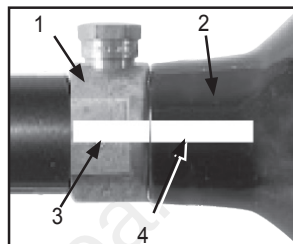

Figura 9: Cilindro y válvula marcas
La válvula de bronce o níquel (Figura 9, #1) ha sido fabricada para estar unida al cilindro de aire o de CO2 (2). Un cilindro de aire o de CO2 puede dispararse con tal fuerza que puede causar lesiones permanentes o la muerte si se separa el cilindro (2) de la válvula (1).
Referirse a la figura 9. Han habido reportes de incidentes causados por jugadores que sin conocimiento desatornillan el cilindro (2) de la válvula (1). Esto ocurre cuando el jugador piensa que el ensamble cilindro y la válvula han sido desatornillado de el adaptador de suministro de aire de el marcador de paintball, cuando en realidad están desatornillando el cilindro de la válvula del cilindro.
4. Mire las marcas en el cilindro y en la válvula (como se observa en la figura 9 en la página 13) cuando de vuelta al cilindro $\frac{3}{4}$ de vuelta aproximadamente en sentido contrario a las agujas del reloj.